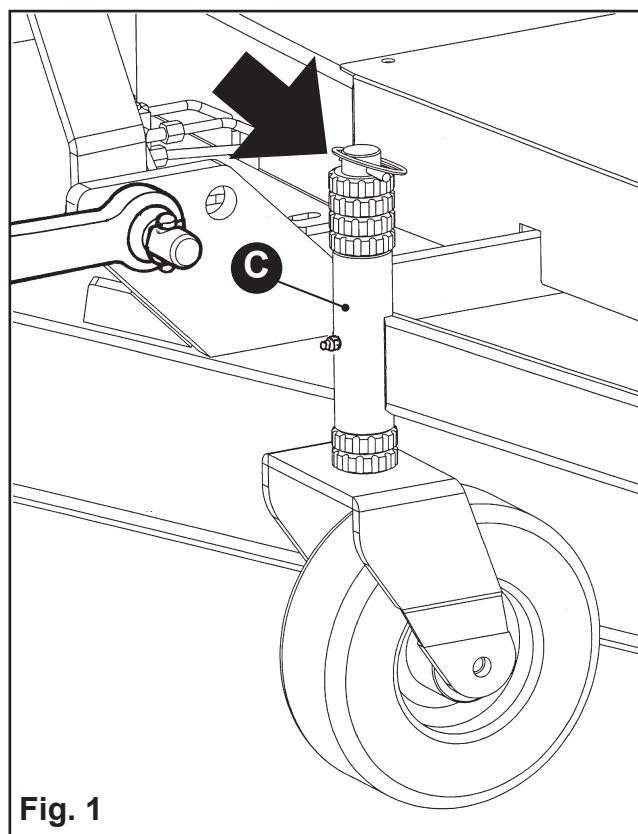

Fig. 1
- Togliere la spina di sicurezza (A) e sfilare la ruota.
- Togliere uno o più spessori (B), reinserire il perno della ruota sul tubolare (C), inserire gli spessori tolti precedentemente nella parte superiore (Fig. 1), inserire la spina di sicurezza e verificare se l'altezza di taglio è quella desiderata, eventualmente togliere altri spessori. Operazione da effettuarsi su tutte le ruote.
- Remove the lynch pin (A) and the wheel.
- Remove one or more spacers (B), then insert the wheel bar into the the rod bar (C), add the spacer previously removed onto the top of it (Fig. 1), insert the lynch spin, and check if the cutting height is the one desired. Otherwise, remove other spacer. This operation is to be carried out by all wheels.